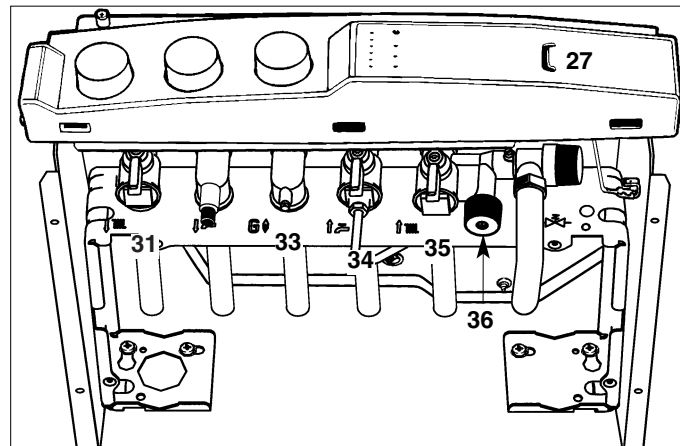

Fig. 14
Abrir la llave de agua fría “34” (fig. 14) en la barra de grifería :
- Comprobar que las llaves de ida calefacción “31” (fig. 14) retorno calefacción “35” (fig. 14) están bien abiertas.
- Abrir la llave de llenado “36” (fig. 14).
- Cerrar esta llave cuando la indicación de la aguja del manómetro “27” (fig. 14) sea superior a la presión determinada en la página 7
- Abrir la llave de llegada de gas “33” (fig. 14)